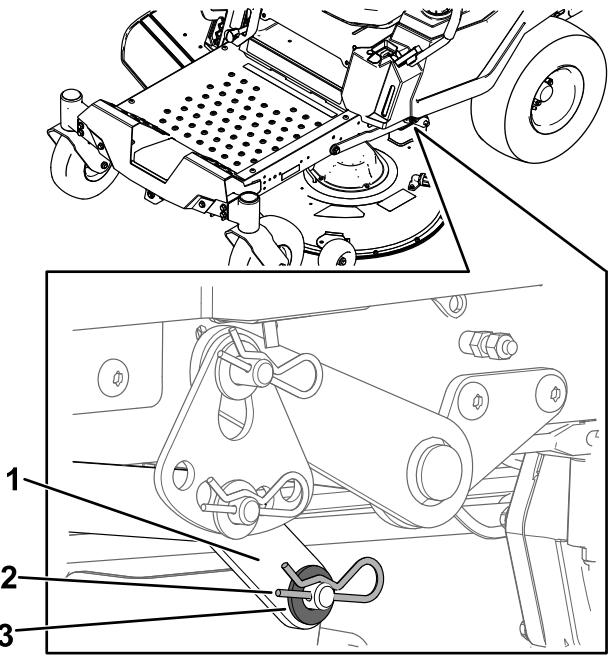

Figure 67
6. D'un côté de la machine, retirez la rondelle et la goupille fendue de l'axe du tablier (Figure 67).
7. Déposez le bras de levage de l'axe du tablier de coupe (Figure 67).
5. D'un côté de la machine, soulevez l'arrière du tablier de coupe et installez le bras de levage sur l'axe du tablier (Figure 67).
6. Installez le bras de levage avec la rondelle et la goupille fendue (Figure 67).